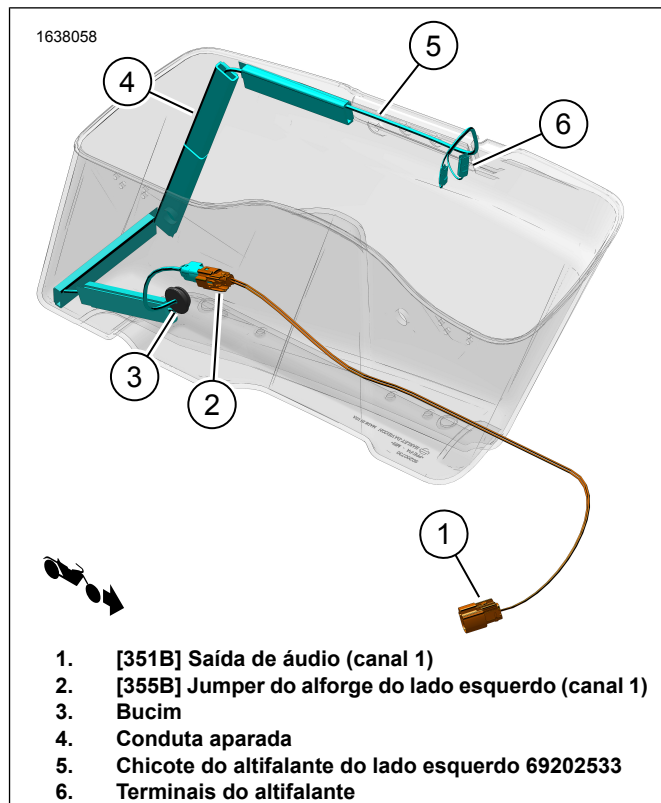
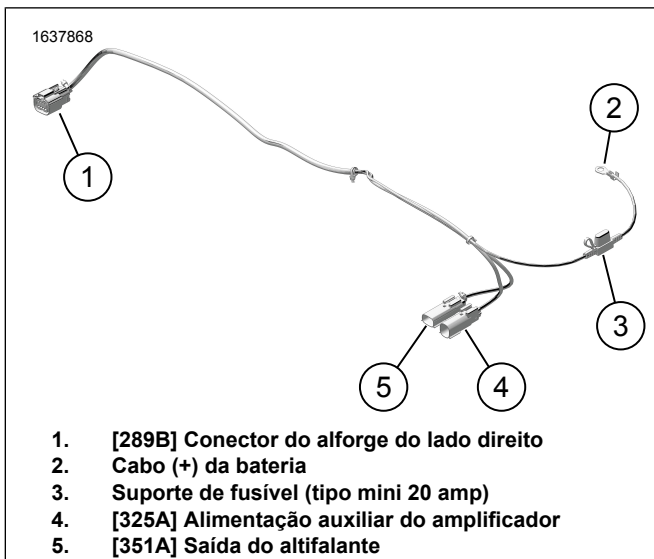
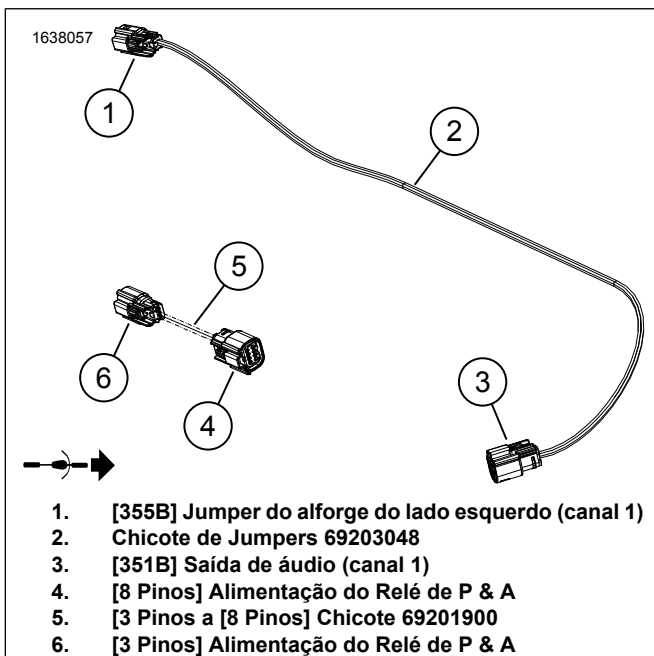

Figura 4. Encaminhamentos do Chicote do Alforje do Lado Esquerdo
Figura 15. Chicote Externo 69202870
Figura 16. Chicote de Jumpers
12. Figura 4 Instale o chicote do altifalante do lado esquerdo.
- b. Figura 4 Encaminhe o chicote de fios (5) conforme demonstrado.
1. Figura 15 Ligue o fio (+) da bateria (2) ao terminal (+) da bateria. Veja o manual de serviço.
- a. Figura 15 Encaminhe o [325A] (4) para o lado esquerdo do quadro do veículo.
- b. Figura 16 ligue o [3-Pin] (6) do chicote de jumpers (5) ao [325A] (4) do chicote externo 69202870. Figura 15
- a. Encaminhe o [325A] (4) ao longo do lado direito do quadro do veículo.
- b. Figura 15 Ligue o [325A] ao conector P & A [325B]. Localizado na área por baixo da cobertura do lado direito.
4. Figura 15 Encaminhe o ramal [289B] (1) do chicote externo ao longo do quadro e do suporte do guarda-lamas. Utilizando abraçadeiras de cabos, instale o chicote nos pontos de ancoragem, sem apertar muito as abraçadeiras (1). Não aperte as braçadeiras dos cabos.
8. Figura 16 Encaminhe e instale o chicote de jumpers 69203048 (2).
- a. Figura 16 Ligue o [355B] (1) do chicote de jumpers (2) ao chicote do altifalante do alforje do lado esquerdo (5). Figura 4
- c. Figura 16 Encaminhe o [351B] (3) do chicote de jumpers 69203048 (2) em direção ao [351A] (5) do chicote externo 69202870. Figura 15
10. Figura 1 Instale o fusível de 20 amp (18) no suporte de fusível do chicote externo (3). Figura 15
- a. Ligue o [360LA] do lado Esquerdo (L).
- b. Ligue o [360RA] do lado Direito (R).
4. Figura 15 Ligue ao [351A] (5).